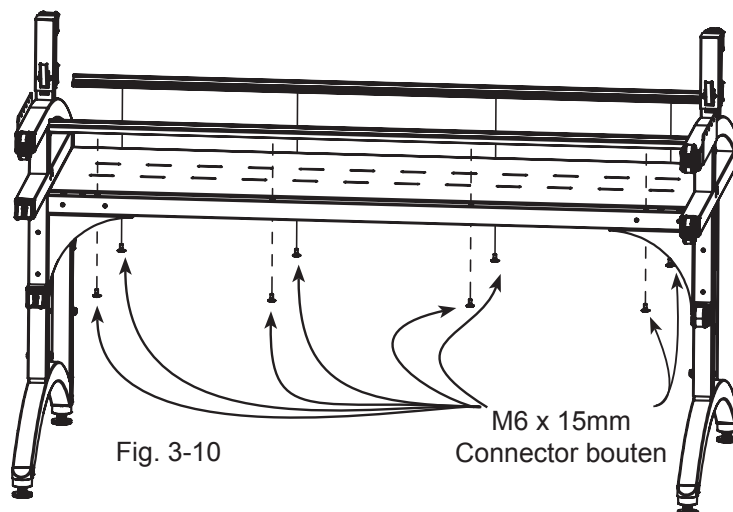

Fig. 3-10
3-4-C: Zorg ervoor dat de track support recht is en op een gelijke afstand gehouden wordt van de rand van het quilting frame voordat de (8) M6 x 15mm connector bouten worden aangebracht. Nadat alle bouten zijn geplaatst, controleer of de track recht zit en of alle bouten goed zijn aangedraaid (Zie Fig. 3-10).
3-5-C: Plaats nu een track support aan de voorkant van de tafelstructuur, maar draai de bouten deze keer een stukje losser (Zie Fig. 3-10). Dit track support wordt verder aangepast in stap 11.